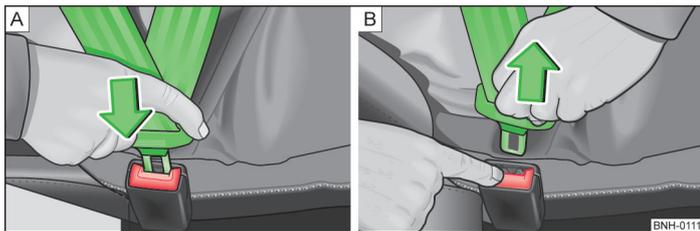

Abb. 146 Sicherheitsgurt anlegen / ablegen
- › Die Schlosszunge in das zum Sitz gehörende Gurtschloss » Abb. 146 - A stecken, bis diese hörbar einrastet.
- › Die rote Taste im Gurtschloss » Abb. 146 - B drücken, die Schlosszunge springt heraus.